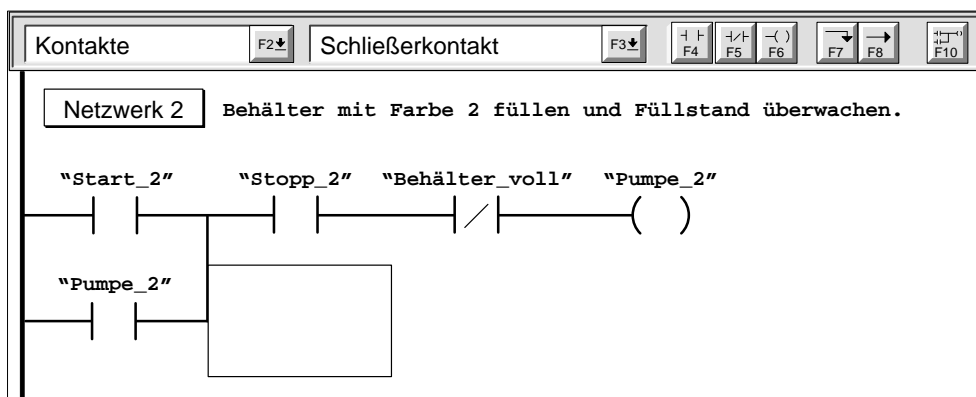

Bild 4-12 Eingeben des zweiten Netzwerks
2. Geben Sie den in Bild 4-12 gezeigten Kommentar in das Kommentarfeld des Netzwerks ein. (Da der Kommentar für Netzwerk 2 ähnlich dem Kommentar von Netzwerk 1 ist, können Sie den Text in Netzwerk 1 auch markieren, kopieren und in das Kommentarfeld von Netzwerk 2 einfügen. Sie müssen dann nur die Nummer der Farbe von 1 in 2 ändern.)
3. Wiederholen Sie die Schritte, die Sie zum Eingeben von Netzwerk 1 ausgeführt haben. Verwenden Sie hierzu die symbolischen Namen, die in Bild 4-12 dargestellt sind.